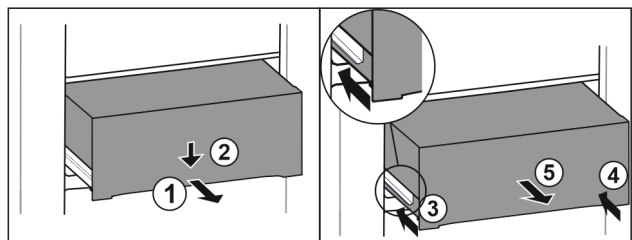

Fig. 213
- Витягніть ящик на половину. Fig. 213 (1)
- Спрямуйте висувний ящик вниз спереду. Fig. 213 (2)
- Вставте ліву рейку приблизно на 2 см. Fig. 213 (3)
- Вставте праву рейку приблизно на 2 см. Fig. 213 (4)
- Вийняти висувний ящик рухом вперед. Fig. 213 (5)